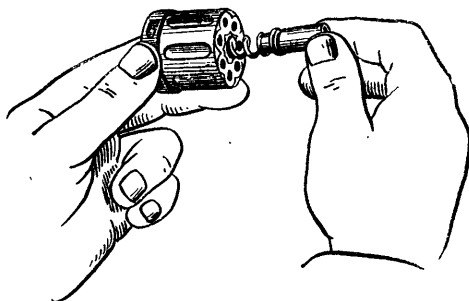

Рис. 29. Как вынуть подвижную трубку с пружиной
2) **вынуть подвижную трубку барабана:** повернуть трубку за ее выступающий конец настолько, чтобы метка на ней пришлась против продольного паза барабана, вынуть трубку и снять с нее спиральную пружину (рис. 29);